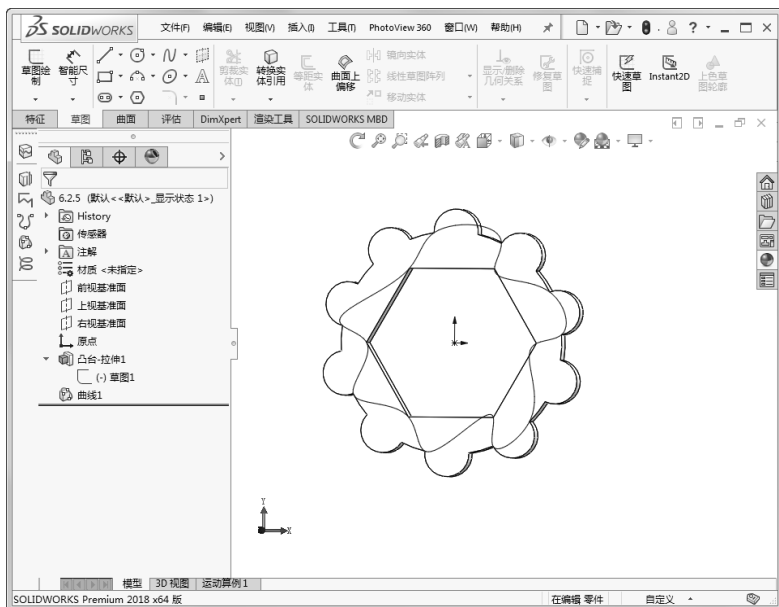

图 3-39 生成曲线后的图形及其 FeatureManager 设计树
3) 单击 ✓ (确定) 按钮, 生成通过参考点的曲线。生成曲线后的图形及其 Feature Manager 设计树如图 3-39 所示。